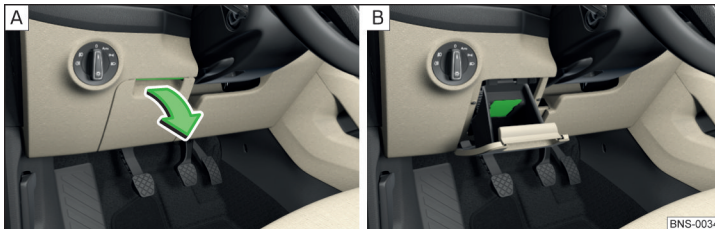

Abb. 109 Ablagefach öffnen / Kartenhalter
- Zum **Öffnen** den Griff anheben und das Fach aufklappen » Abb. 109 - [A].
Im Ablagefach befindet sich ein Kartenhalter » Abb. 109 - [B].